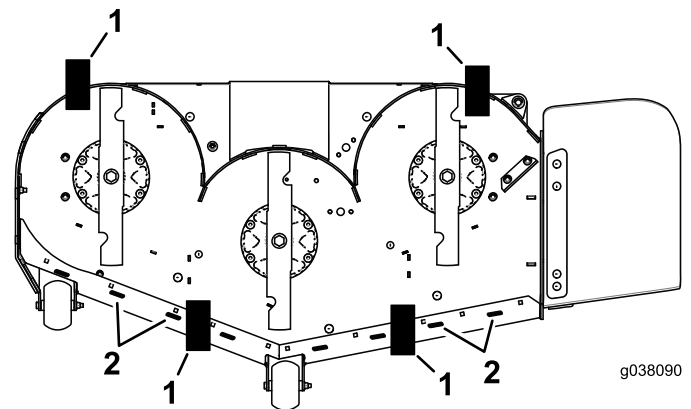

Figure 99
11. Placez une cale (voir le Tableau de hauteur de cale et d'inclinaison) sous le bord arrière de la jupe du tablier de coupe de chaque côté du tablier de coupe (Figure 99).